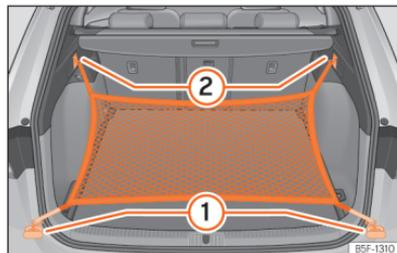

Abb. 190 Im Gepäckraum: Ösen ① und Haken ② zum Einhängen des Gepäckraumnetzes.
Hängen Sie die kurzen Haken des Netzes in die Verzurrösen ein »» (Abb. 190) ① »» ⚠. Der Reißverschluss des Gepäckraumnetzes muss dabei nach oben zeigen.